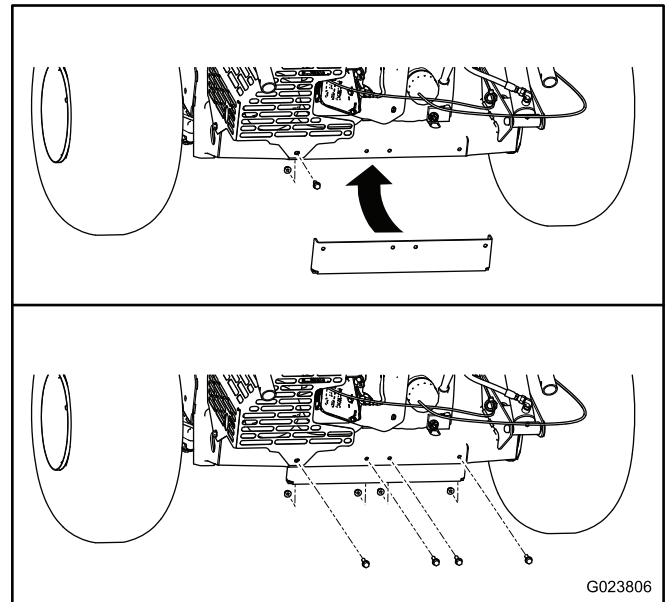

Figura 16
1. Retire a porca e o parafuso que prende a proteção do abafador à parte de trás da máquina (Figura 16).
3. Prenda o suporte da estrutura com quatro parafusos (5/16 x 1 pol.) e quatro porcas flangeadas (5/16 pol.); consulte a Figura 16.